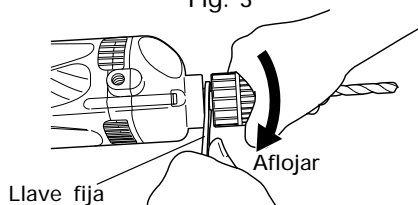

Fig. 4
- (2) Sujete el anillo firmemente y gire el manguito en el sentido de las agujas del reloj. Apriete firmemente.
- (3) Para sacar la broca, sujete el anillo firmemente y gire el manguito en el sentido contrario a las agujas del reloj.
- (4) Si no consigue aflojar el manguito, fije el husillo utilizando una llave fija, sujete el manguito firmemente y gírela en la dirección de aflojamiento (en sentido contrario a las agujas del reloj visto desde adelante). (Fig.4)